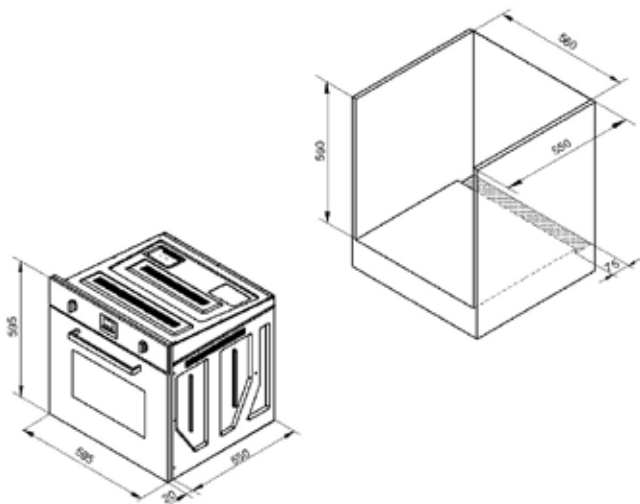
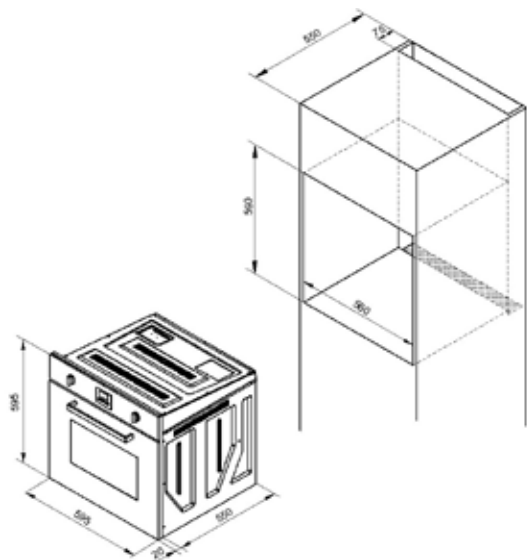

Figura 1
Figura 2
- Cuptorul este destinat pentru a fi încorporat într-un corp de mobilier. Se poate instala sub blatul de lucru ori într-un corp mai înalt, la semi înălțime. Asigurați un gol de încăstrare conform este exemplificat (**Figura 1 și Figura 2**)